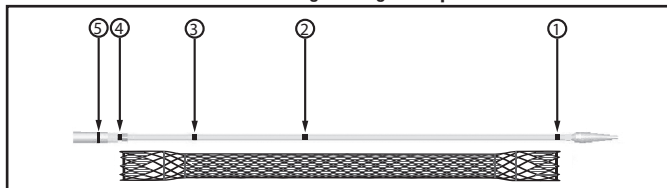
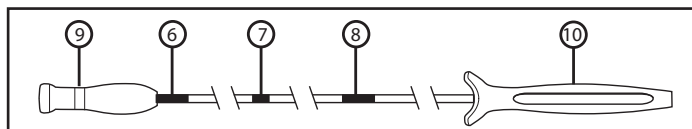

Figura 2. Sistema di rilascio e marcatori radiopachi (RO)
Figura 3. Sistema di rilascio, marcatori visivi e impugnature
Sull'impugnatura del sistema di rilascio, sono presenti tre marcatori visivi per facilitare il posizionamento dello stent quando si utilizza la visualizzazione endoscopica (Figura 3). Il marcatore visivo più distale indica che lo stent è completamente vincolato sul sistema di rilascio (Figura 3, n. 6), un marcatore visivo indica che lo stent è dispiegato al 50% (punto centrale) (Figura 3, n. 7) e il marker visivo più prossimale indica il punto in cui non è più possibile vincolare di nuovo lo stent (Figura 3, n. 8).
Sono presenti cinque marcatori radiopachi (RO) per facilitare il dispiegamento dello stent durante la fluoroscopia (Figura 2). Sul tubo interno del sistema di rilascio, sono presenti due marcatori radiopachi (RO) che identificano le estremità dello stent vincolato (Figura 2, n. 1 e n. 4). Tra questi marcatori radiopachi (RO) sono presenti due ulteriori marcatori radiopachi (RO). Un marcatore radiopaco (RO) indica il punto centrale dello stent (Figura 2, n. 2). Un marcatore radiopaco (RO) sul tubo interno indica il punto in cui non è più possibile recuperare lo stent (Figura 2, n. 3). Il quinto marcatore radiopaco (RO) sull'estremità anteriore del tubo esterno indica in che misura lo stent è stato dispiegato (Figura 2, n. 5).
Sotto guida fluoroscopica, posizionare lo stent in modo che il marcatore 2 (Figura 2) sia al centro del tumore o della fistola. Ciò garantirà che lo stent copra correttamente tutto il tumore.
Avviare il dispiegamento dello stent afferrando l'impugnatura distale (quella più lontana dall'operatore, Figura 3, n. 9) del sistema di rilascio con una mano e con l'altra afferrare l'impugnatura prossimale (quella più vicina all'operatore, Figura 3, n. 10) mantenendola ferma. Tra le impugnature è presente un segmento con
alcuni marcatori visivi. Questi marcatori visivi aiutano l'operatore a dispiegare lo stent. Prima di dispiegare lo stent, è possibile visualizzare un marcatore in corrispondenza della posizione completamente vincolata/non dispiegata (Figura 3, n. 5).
Per dispiegare lo stent, afferrare l'impugnatura distale (quella più lontana dall'operatore, Figura 3, n. 9) con una mano e l'impugnatura prossimale (quella più vicina all'operatore, Figura 3, n. 10) con l'altra. Per dispiegare lo stent, tirare lentamente l'impugnatura distale verso l'impugnatura prossimale, mantenendo ferma l'impugnatura prossimale. Monitorare il rilascio dello stent sotto guida fluoroscopica e/o endoscopica, mantenendo i marcatori sul sistema di rilascio tra i margini identificati della stenosi. Se necessario, è possibile arrestare il dispiegamento e regolare la posizione dello stent in direzione prossimale senza recuperare lo stent prima di passare il marcatore che contrassegna il punto di recupero (Figura 3, n. 8). Se si è soddisfatti del posizionamento dello stent, procedere al dispiegamento totale.
- Lo stent può essere recuperato in qualsiasi punto fino ai marcatori che contrassegnano il punto di recupero (radiopaco, Figura 2, n. 3 e visivo, Figura 3, n. 8).
Nota: lo stent è totalmente vincolato se il marcatore visivo (Figura 3, n. 6) è completamente visibile.
- C. Richiudere la guaina del tubo esterno del sistema di rilascio spingendo l'impugnatura distale (Figura 3, n. 9) lontano dall'operatore. Estrarre lentamente il sistema di rilascio e il filoguidera.